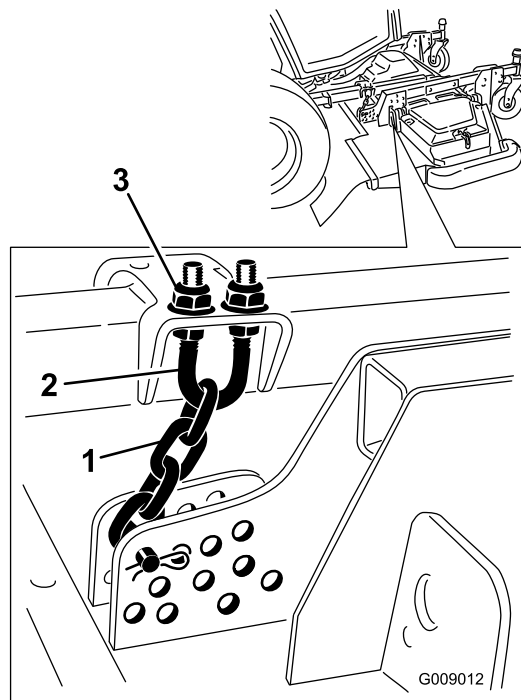

**Рисунок 94**
1. Поверните 2 наружных передних ножа и боковые ножи так, чтобы они были направлены прямо вперед (Рисунок 94).